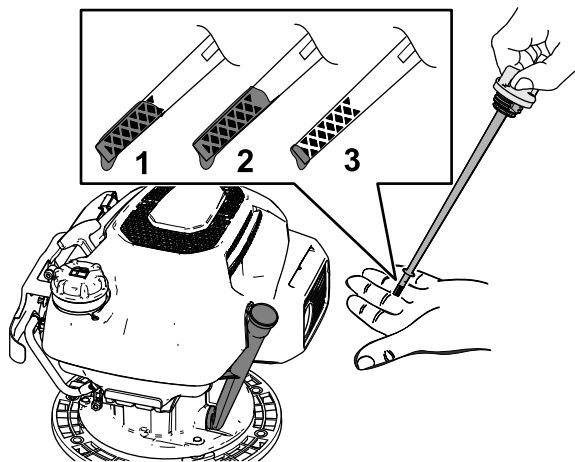

Figura 16
5. Controllate il livello dell'olio sull'asta di livello (Figura 16).